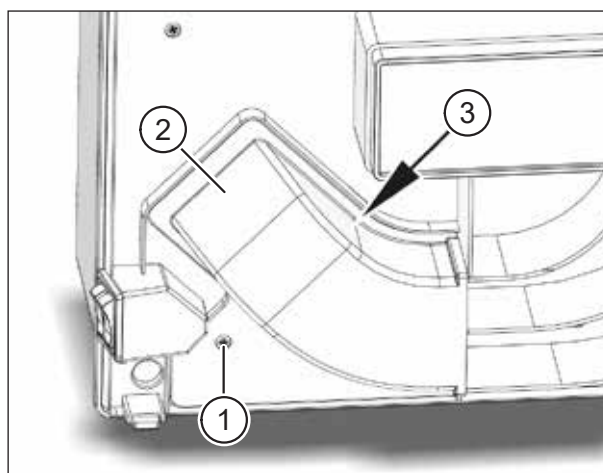

Abb. 34: Zuluflthaube abnehmen
- ▶ Lösen Sie mit dem Schraubendreher die Schraube (Pos. 1 in Abb. 34) an der Zuluflthaube (Pos. 2 in Abb. 34).
- ▶ Fassen Sie die Zuluflthaube an den gekrümmten Wandungen und drücken Sie gegen den Druckpunkt (Pos. 3 in Abb. 34). Damit entriegeln Sie die Rastverbindung und Sie können die Zuluflthaube abnehmen.